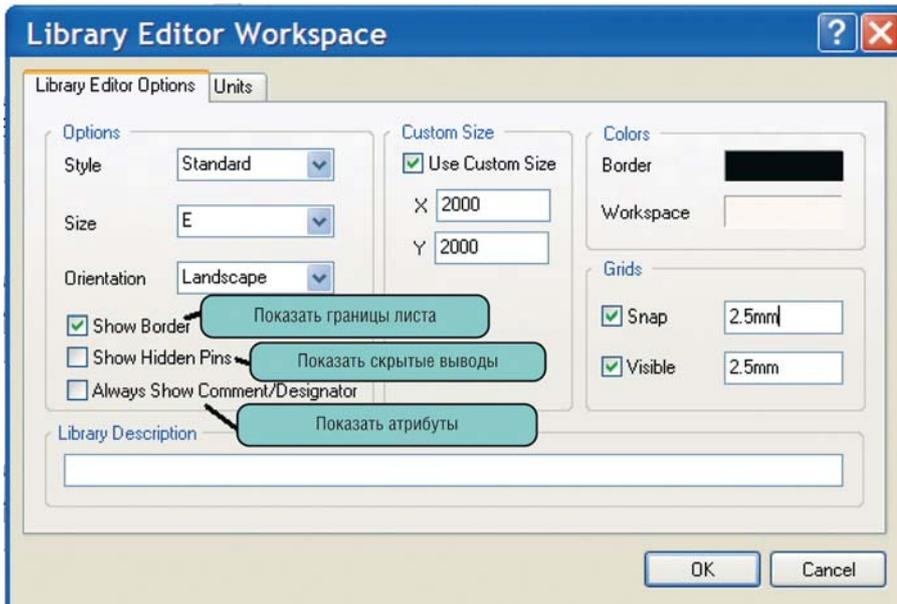

Рис. 4. Настройки рабочей области редактора символов
*Library Editor Options* следует установить шаг сетки 2,5 мм для двух видов сеток (Snap – сетка перемещения курсора в режиме графической команды, Visible – сетка, отображаемая на экране). Кроме сеток, на данной вкладке могут быть установлены дополнительные параметры (см. рис. 4).